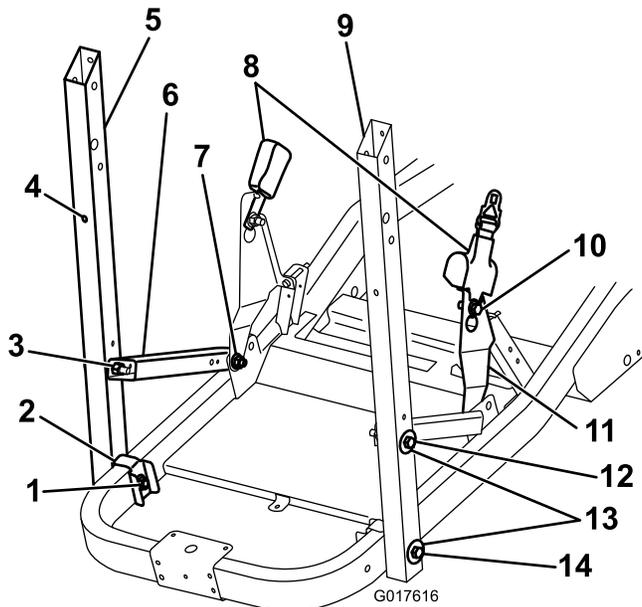
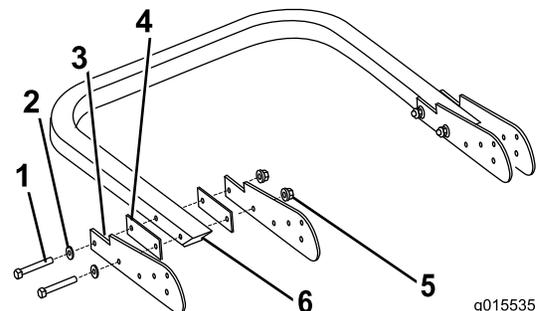

Bild 1
Bild 2
1. Befestigen Sie die Strebe und die Sicherheitsgurthalterung lose mit einer Schraube (1/2" x 1-1/4") und Sicherungsmutter (Bild 1) am Rahmen; sie sollte frei beweglich sein.
2. Befestigen Sie die Überrollbügelstütze und die Stützhalterung mit einer Schraube (1/2" x 4-1/2"), Scheibe und Sicherungsmutter am Rahmen, wie in Bild 1 abgebildet.
3. Befestigen Sie die Strebe mit einer Schraube (1/2" x 3-1/2"), Scheibe und Sechskantmutter an der Überrollbügelstütze (Bild 1).
4. Befestigen Sie den Sicherheitsgurt mit einer Bundkopfschraube und Sicherungsmutter an der Sicherheitsgurthalterung (Bild 1).
Montieren Sie die Schwenkhalterungen am Überrollbügel, siehe Bild 2. Ziehen Sie die Schrauben nur so weit an, dass die Teile frei beweglich sind.
1. Ziehen Sie die Befestigungen in der Reihenfolge an, die in der folgenden Tabelle angegeben ist. Identifizieren Sie die Teile mit Bild 1 und Bild 2.
2. Setzen Sie ggf. die zwei kleinen Gummistoßstangen ein. Drücken Sie den kleinen Flansch hinten an jedem Stoßfänger in die Löcher hinten an den Überrollbügelstützen (Bild 1).